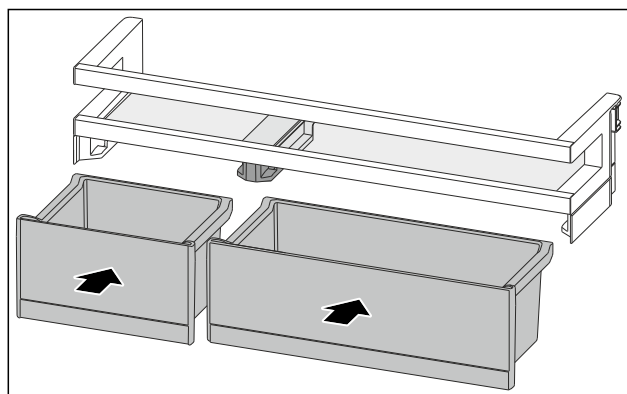

Fig. 84
- Inserire i VarioBox in posizione scambiata. (vedere Fig. 84)